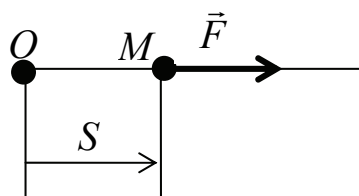

Рис. 8
1. Материальная точка  $M$  массой  $m$  (рис. 8) движется прямолинейно по горизонтальной плоскости по закону  $S = t^4$  под действием силы  $F = 12t^2$ . Определить работу этой силы при перемещении ее точки приложения из начального положения, где  $S = 0$ , в положение  $S = 4$  м. (Ответ: 64).